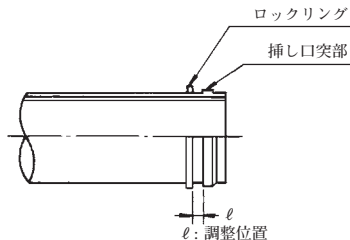

図5 ロックリング長さ調整位置
- (2) (1)と同じ方法で結合ピースⅡをロックリングに調整ボルトで接合する。
- (3) ロックリングの絞り器用穴と結合ピースⅢの取り付け用切り欠きが挿し口突部の反対側にロックリングなるように注意して、ロックリングを挿し口外面の調整位置(図5、表4)に預ける。